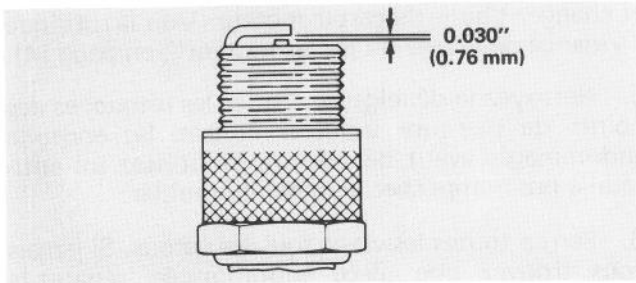

Figure 37
3. Réglez l'écartement des électrodes de la bougie neuve à 0.030 pouce (Fig. 37). Posez ensuite la bougie dans la culasse en la serrant à un couple de 15 lb/pi. Si vous ne disposez pas d'une clé dynamométrique, serrez fermement la bougie.